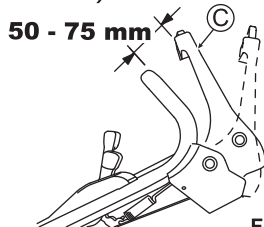

Fig. 25
Régalez de telle façon que la lame commence à tourner lorsque la distance entre le Levier de la lame (C) et la poignée est de 50 - 75 mm, avec le bouton jaune enfoncé ainsi qu'illustré dans la Fig. 25.